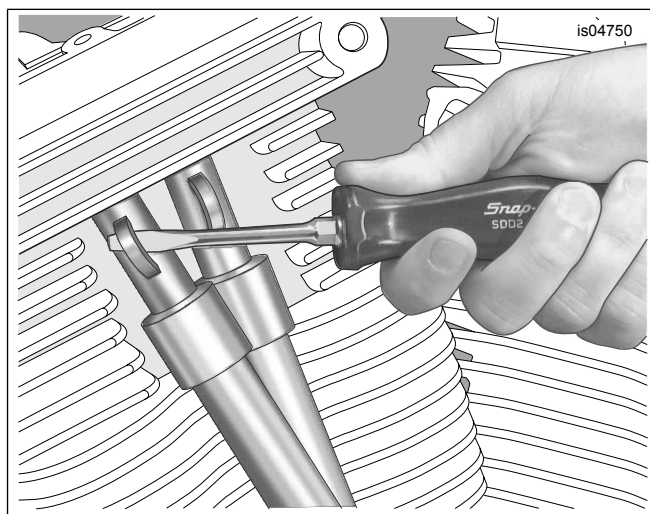

Figura 3. Remoção do retentor da capa da mola
2. Remova a tampa do balancim (2) e a gaxeta (3). Descarte a gaxeta.
3. Veja a Figura 3. Insira a lâmina de uma chave de fenda pequena na fenda do retentor da capa da mola (19) para a tampa superior da vareta de compressão (20). Enquanto pressiona a capa da mola para baixo, gire a parte inferior da chave de fenda na direção do lado externo para remover. Repita para o segundo prendedor da tampa.